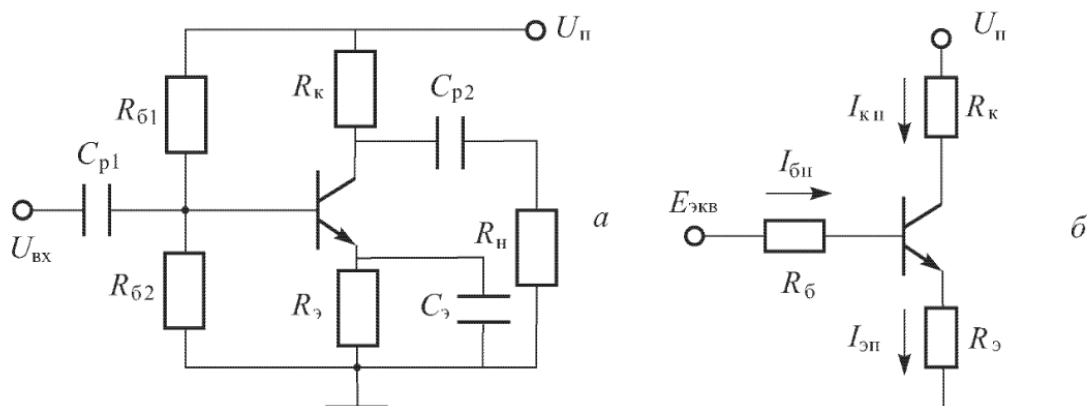

Рисунок 1 – Эквивалентная схема резисторного усилителя
1. Определить точку покоя резисторного усилителя (рисунок 1) на транзисторе КТ 3176 А9, если: $U_n = 10$ В, $R_k = 19,5$ Ом, $R_3 = 0,5$ Ом, $R_{\delta 1} = 385$ Ом, $R_{\delta 2} = 40$ Ом, $h_{21э} = 180$. Характеристики транзистора приведены на рис. П.3. Определить дифференциальный параметр $h_{11э}$ в точке покоя.
2. Определить точку покоя резисторного усилителя (рисунок 1) на транзисторе 2Т 860 А, если: $U_n = 16$ В, $R_k = 9$ Ом, $R_3 = 1$ Ом, $R_{\delta 1} = 650$ Ом, $R_{\delta 2} = 100$ Ом, $h_{21э} = 140$.
3. Определить точку покоя резисторного усилителя (рисунок 1) на транзисторе 2Т860 А, если: $U_n = 24$ В, $R_k = 19$ Ом, $R_3 = 1$ Ом, $R_{61} = 900$ Ом, $R_{62} = 100$ Ом, $h_{21э} = 130$. Характеристики транзистора приведены на рисунке 1. Определить дифференциальный параметр $h_{11э}$ в точке покоя.